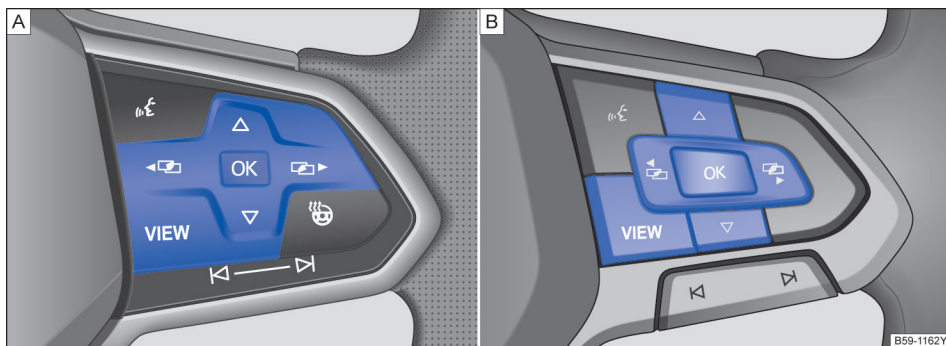

图 20 多功能方向盘右侧：用于操作信息显示器中菜单的按钮
- 若显示屏显示一条信息或车辆图形符号，按压多功能方向盘上的按钮 **OK** → 图 20，可能需按数次按钮。
- 如需浏览选择菜单，按压按钮  或  → 图 20
- 如需打开选择菜单里的菜单显示项或信息显示项，按压多功能方向盘上的 **OK** 按钮 → 图 20，或等待数秒钟，直至系统自动打开菜单或显示信息。
- 在多功能方向盘上按压箭头按钮  或  → 图 20，直到选中所需的菜单项为止。
- 按压多功能方向盘上的 **OK** 按钮 → 图 20，进行所需更改。✓表示所选的某个特定系统或功能处于激活状态。
- **用多功能方向盘返回：**按压  或  → 图 20 即可返回选择菜单。